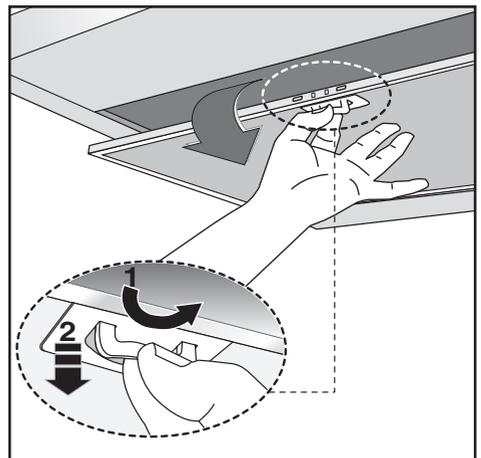

Fig.5
- Minimums distancen mellem kogeoverfladen, målt fra selve kogepladerne, og den nederste del af emhætten, skal være mindst 65 cm. Hvis der anvendes et forbindelsesrør bestående af to eller flere dele, skal den øverste del placeres udenpå den nederste. Tilslut ikke udledningen fra emhætten med et rør, hvori der cirkulerer varm luft eller som anvendes til at udlede røg fra apparater, der ikke bruger elektrisk energi. Inden man begynder monteringen fjernes filtret (Fig.5) for at gøre håndteringen af apparatet lettere.